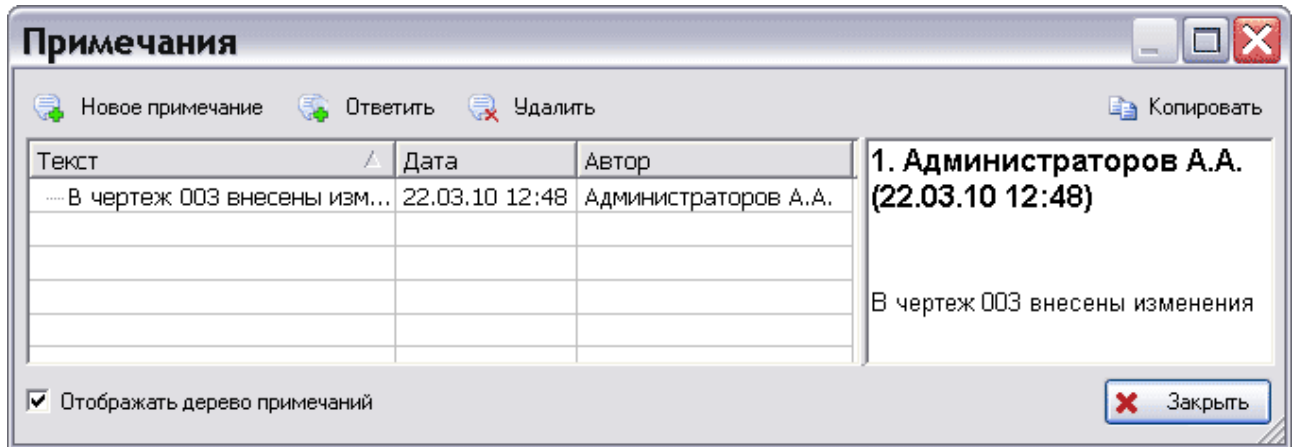

Рис. 70
- Выделите объект в списке **Рабочие объекты** и нажмите на кнопку **Примечания**. После этого появится окно **Примечания** (Рис. 70).